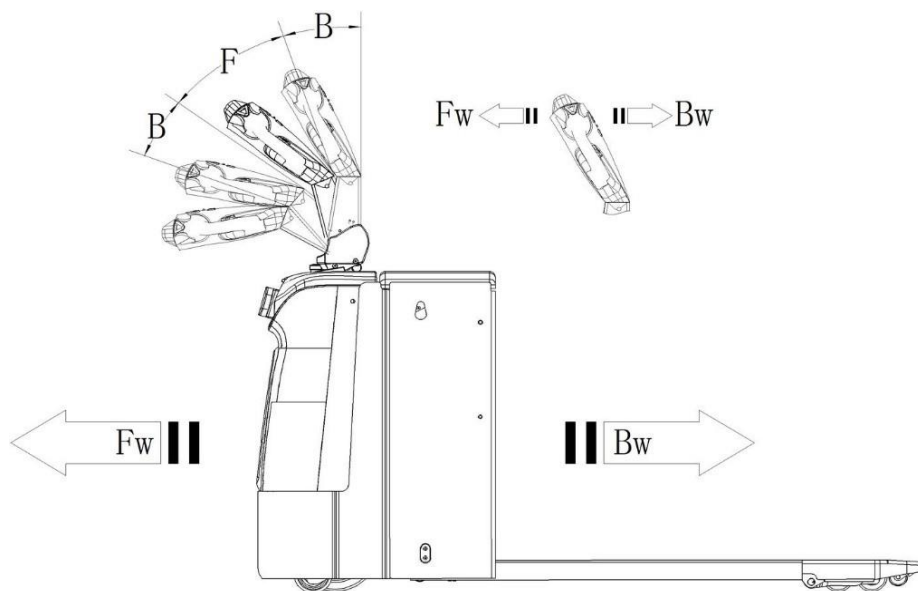

Fig. 9: Direção de operação
Depois de ligar a máquina girando a chave na ignição (10), ou ativando o painel de código Pin, mova a alavanca de comando para a zona de operação ('F', fig.9).
Vire o botão do acelerador para a direção desejada 'Fw.' para frente ou 'Bw.' para trás (fig. 9).